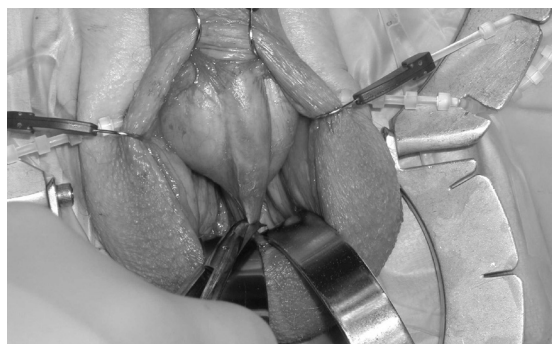

Figura 4-17.
6. O septo escrotal é então dissecado com precisão para fora da uretra bulbar. (**Figura 4-17**)